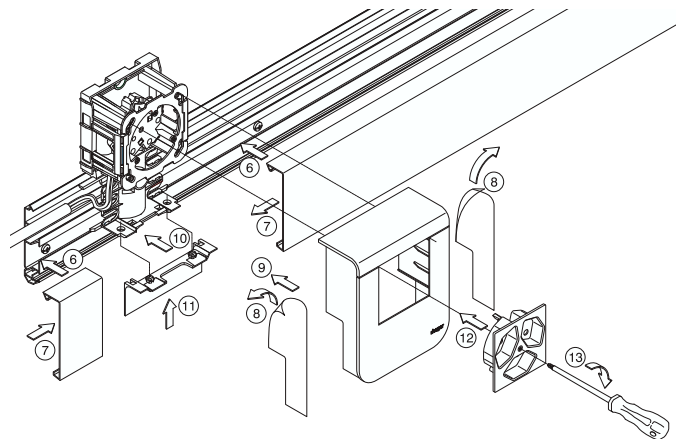

Abbildung 4
**4. Befestigung Kanal- und Geräteträgeroberteil** (Abb. 4)